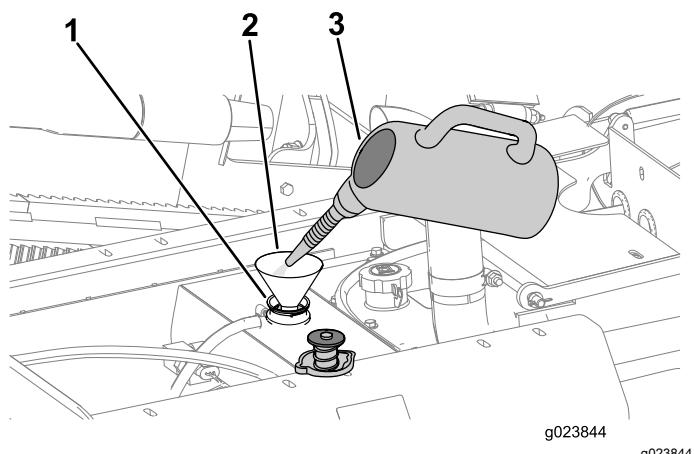

Figura 112
- B. Añada una solución de limpieza para sistemas de refrigeración al radiador por el cuello de llenado (Figura 112).